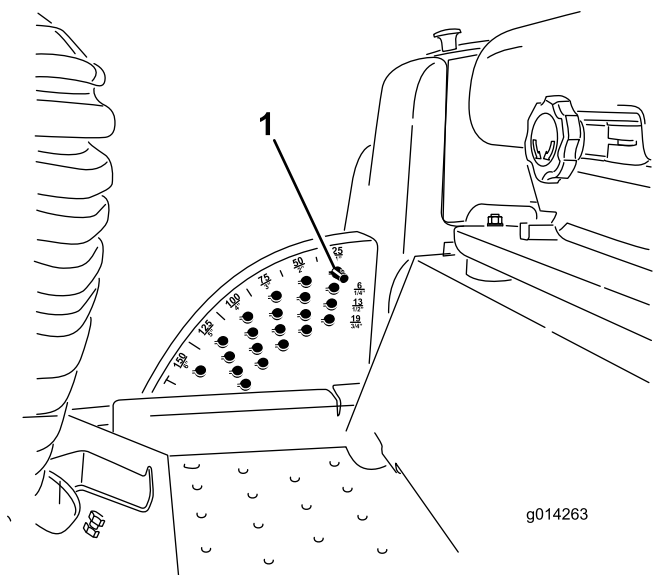

Figure 21
1. Lorsque le moteur tourne, repoussez la commande de levage du tablier de coupe en arrière jusqu'à ce que l'unité de coupe soit complètement levée, puis **relâchez immédiatement** la commande comme montré à la Figure 21.
2. Tournez la goupille de hauteur de coupe jusqu'à ce que la saillie soit en face des fentes dans les trous du support de hauteur de coupe et déposez-la (Figure 21).
3. Placez la goupille dans le trou du support correspondant à la hauteur de coupe voulue et tournez-la pour la verrouiller en place (Figure 21).
Remarque: Il y a 4 rangées de trous (Figure 21). La première rangée donne la hauteur de coupe indiquée au-dessus de la goupille. La deuxième rangée donne la hauteur indiquée plus 6 mm (0,25 po). La troisième rangée donne la hauteur indiquée plus 12 mm (0,5 po). La dernière rangée donne la hauteur indiquée plus 18 mm (0,75 po). Un seul trou, situé dans la deuxième rangée, correspond à la hauteur de 15,8 cm (6 po). Il n'ajoute pas 6 mm (0,25 po) à la hauteur de 15,8 cm (6 po).